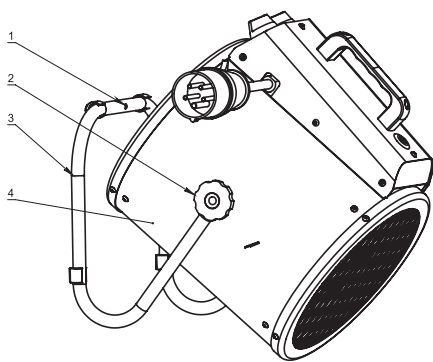

Рис. 3. Подготовка к работе
Для монтажа прибора на стену (Рис. 3) использовать Посадочные отверстия (1) Опоры (3). Регулировка угла наклона Корпуса (4) относительно стен осуществляется путем поворота Корпуса (4) относительно Опоры (3). Желаемое положение прибора фиксируется затяжкой Барашкового винта (2).